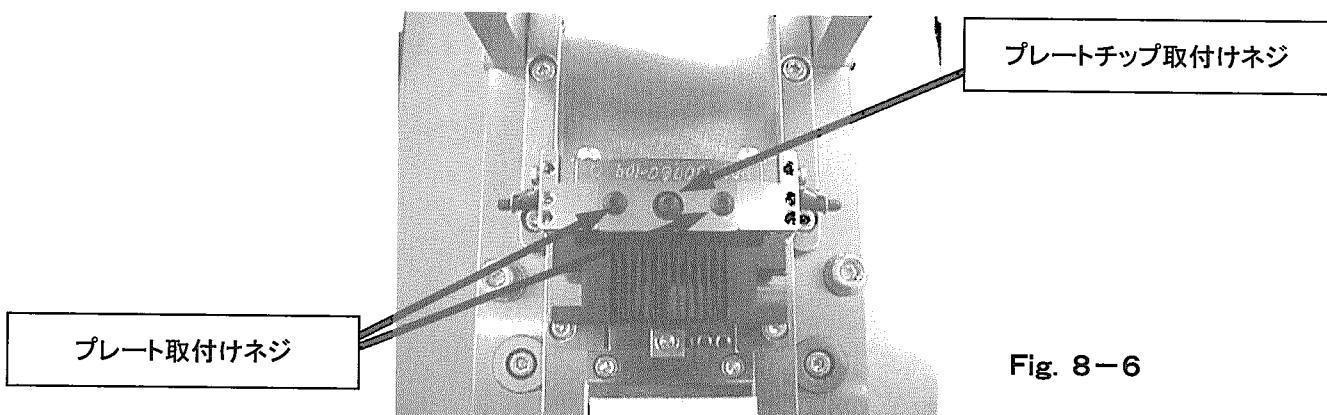

Fig. 8-6
## (4) プレートチップ(P/N 1729566-1)交換 &lt;Fig. 8-6&gt;
- ① プレート取付けネジを外し、プレートを外して下さい。
- ② プレートチップ取付けネジを外し、プレートチップを外して下さい。
- ③ 新規プレートチップを左右の位置に注意しながら取付けて下さい。
- ④ プレート取付けネジでプレートを固定して下さい。